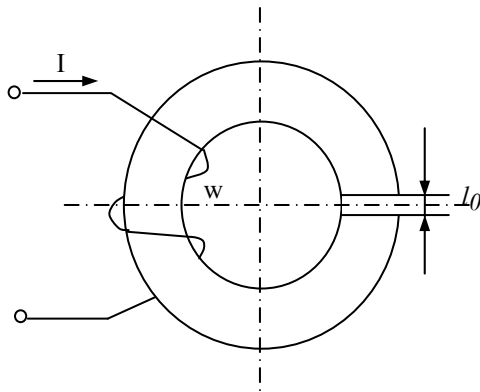

Рис.4.2.4
4.2.4. Определить ток катушки (рисунок 4.2.4), при котором магнитная индукция в воздушном зазоре  $B=1,256 \text{ Тл}$ , если  $l_0=2 \text{ мм}$ ,  $w=2000$  витков. Поток рассеяния и выпучиванием магнитного потока в воздушном зазоре пренебречь. Принять, что магнитная проницаемость ферромагнитного сердечника  $\mu_r=\infty$ . Определить индуктивность катушки при условии, что сечение ферромагнитного сердечника